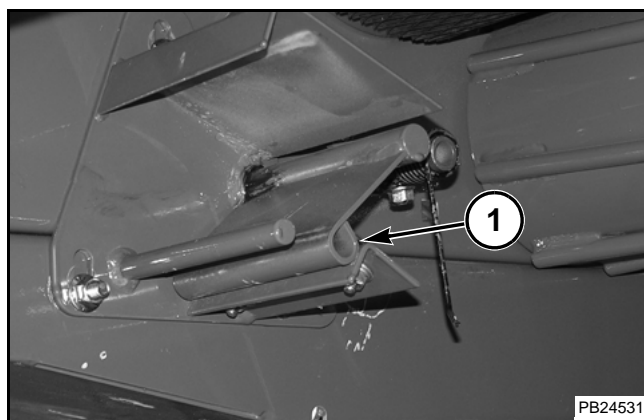

FIG. 30
FIG. 30: El borde cortante de la cuchilla para cortar cuerda (1) deberá estar lo más afilado posible en todo momento. Si la cuerda se deshilacha en vez de cortarse en forma prolija, significa que el borde cortante no está afilado o que la cuchilla no está bien ajustada.